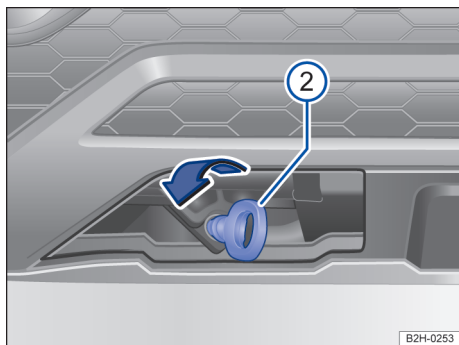

Fig. 168 No para-choque dianteiro à direita: rosquear a argola de reboque.
- Rosquear a argola de reboque tão firme quanto possível **no sentido anti-horário** no alojamento → Fig. 168 ⓘ.